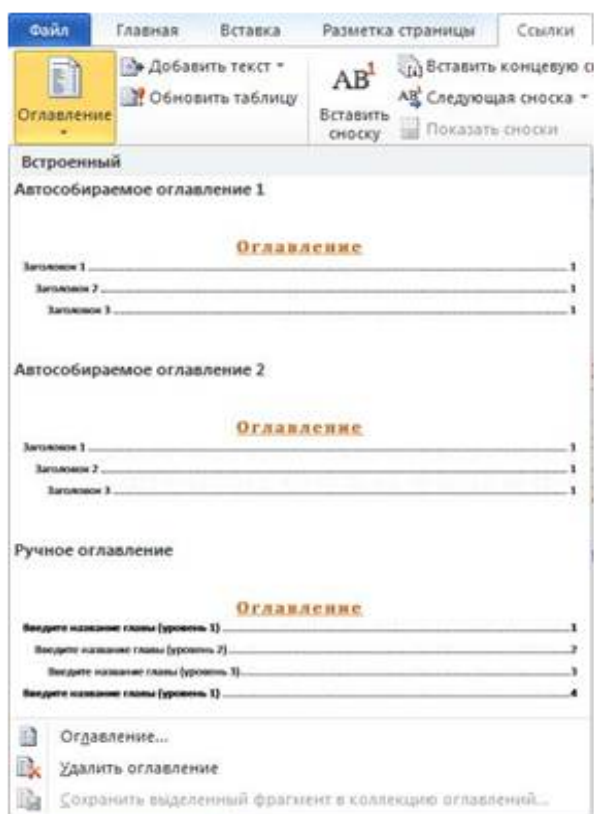

Рисунок 3 – Вставка оглавления
- выполнить команду *Ссылки* → *Оглавление* и выберите вариант с автоматической сборкой (рисунок 3).